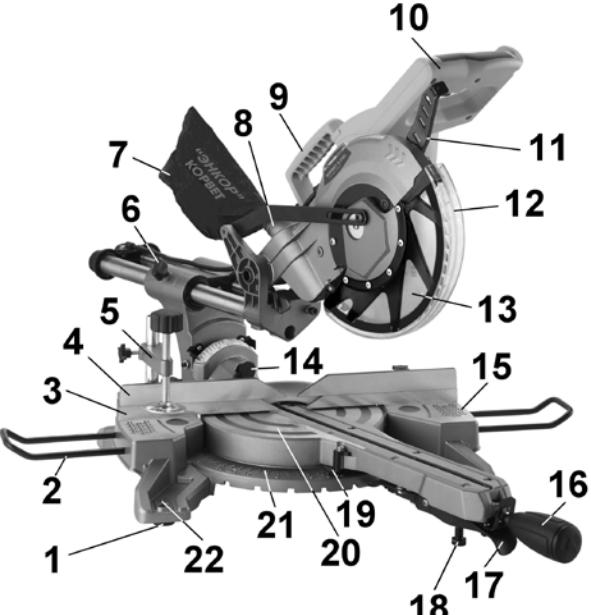
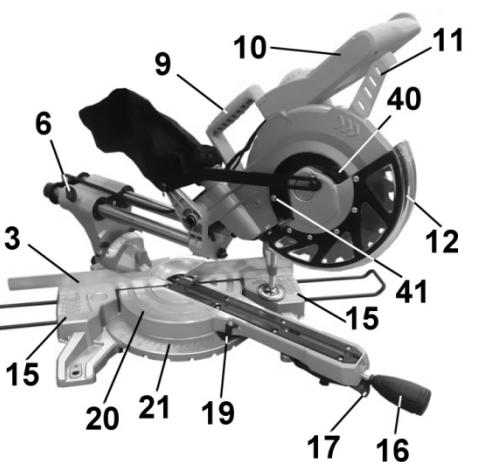

Рис. 2
Рис. 7
7.1. Пила состоит из следующих сборочных единиц и деталей. (Рис. 2; 3)
8. СБОРКА И ПОДГОТОВКА К РАБОТЕ, Рис. 2 ÷ 7
8.2. Приведение пилы в верхнее положение (Рис. 2; 3; 6; 7)
8.3. Транспортировка (Рис. 2;6;7)
8.4. Установка поворотного стола в положение 0° (Рис.2; 7)
8.5. Замена пильного диска. Пила KORVET 8-310C оснащена пильным диском (13) (Ø210мм x 30мм), Рис.2; 9. В комплект поставки не входят переходные кольца, предназначенные для установки пильного диска (13) с другими посадочными диаметрами.
8.5.1. Снятие пильного диска (Рис. 2; 7÷10). Демонтируйте винт крепления (41). Переведите защитный кожух (12) и кожух (40) в верхнее положение так, чтобы освободить доступ к креплению пильного диска (13), Рис.7. Нажмите и удерживайте кнопку блокировки (42), Рис.8, проворачивая пильный диск (13) до его блокировки. Выкрутите болт (46) по часовой стрелке. Снимите наружный фланец (47) и пильный диск (13), Рис. 9; 10. Для снятия пильного диска (13) отведите рычаг блокировки кожуха (11), переведите защитный кожух (12) в верхнее положение.
Помните, что твердосплавные напайки на зубьях пильного диска (13) весьма хрупкие. Крайне внимательно обращайтесь с пильным диском (13), избегая его падений и ударов по напайкам, Рис. 9,10. Перед установкой пильного диска (13) внимательно осмотрите каждую напайку. На них не должно быть трещин и сколов. После установки пильного диска (13) при первом включении и при последующей работе не находитесь в плоскости вращения пильного диска (13), Рис. 2.